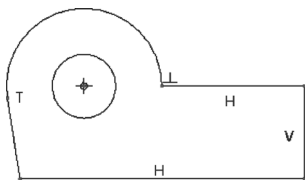

图 2-78 原始草图
1) 单击  (打开) 按钮，弹出“文件打开”对话框，选择位于随书光盘“CH2”文件夹中提供的“bc_2_ys.sec”文件，单击对话框中的“打开”按钮。该文件中存在的原始草图图 2-78 所示。